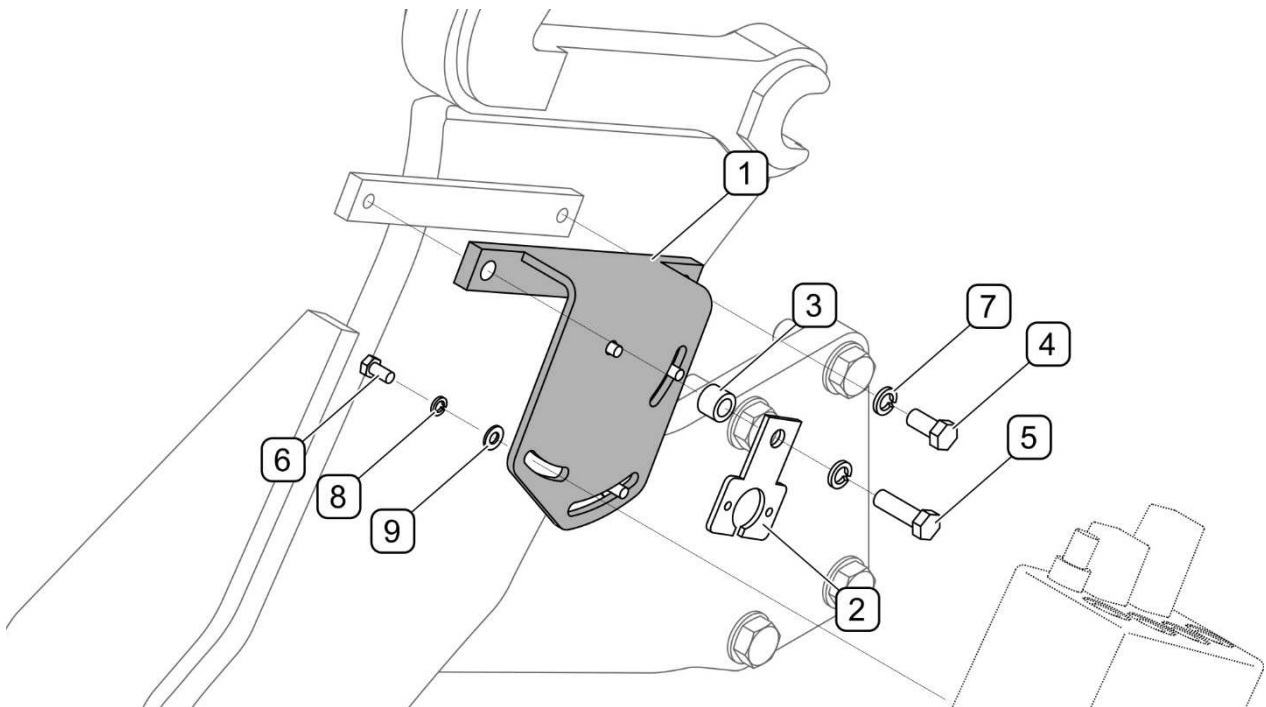

РИСУНОК 4.3 Монтаж кронштейна распределителя на несущей раме
(1)- кронштейн распределителя; (2)- кронштейн электрического гнезда; (3)- втулка;
(4)- болт M12x25; (5)- болт M12x40; (6)- болт M8x16; (7)- упругая шайба Z12,2;
(8) - упругая шайба Z8,2; (9) - шайба 8-100HV;
Гидравлический распределитель прикрепить к кронштейну (1), далее все привинтить в соответствующем месте с правой стороны к несущей раме погрузчика вместе с кронштейном электрического гнезда (РИСУНОК 4.3).